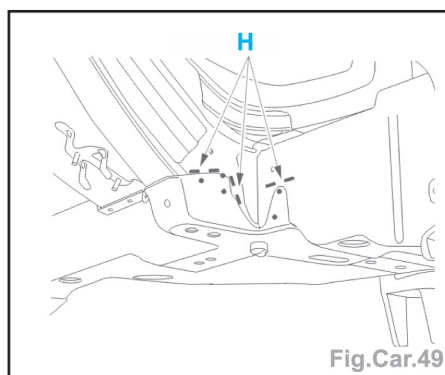

Fig.Car.49
- Souder par points bouchons (Fig.Car.49).